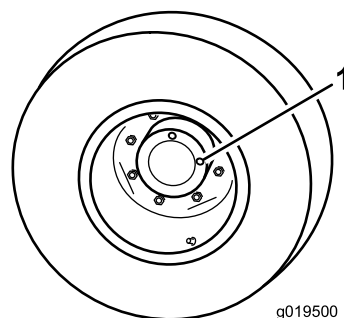

Figura 81
1. Con la macchina su una superficie pianeggiante, posizionate la ruota in modo che un tappo di controllo si trovi in posizione a ore 12 e l'altro a ore 3 (**Figura 81**).
1. Tappo di controllo/sgocciolo (2)
2. Rimuovete il tappo a ore 3 (**Figura 81**).